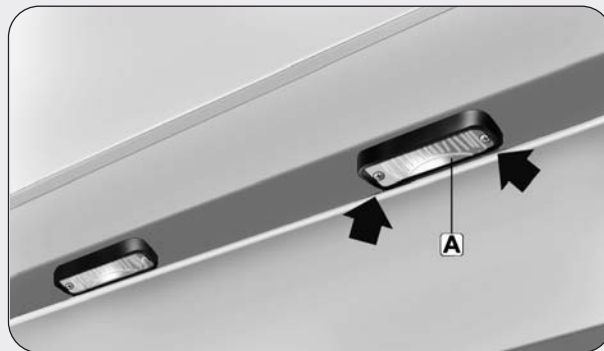

fig. 6
- Svitare le due viti di fissaggio e rimuovere la luce targa **A-fig. 6**.